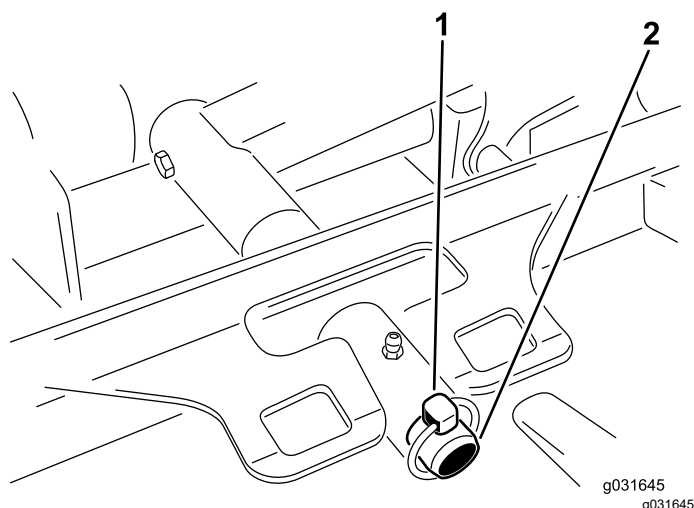

Figure 69
3. Retirez la goupille à anneau ou l'écrou de retenue qui fixe le bâti porteur de l'unité à l'axe de pivot du bras de levage (Figure 69).
3. Poussez le bâti porteur de l'unité de coupe sur la tige de pivot et fixez-le avec une goupille à anneau ou l'écrou de retenue (Figure 69).